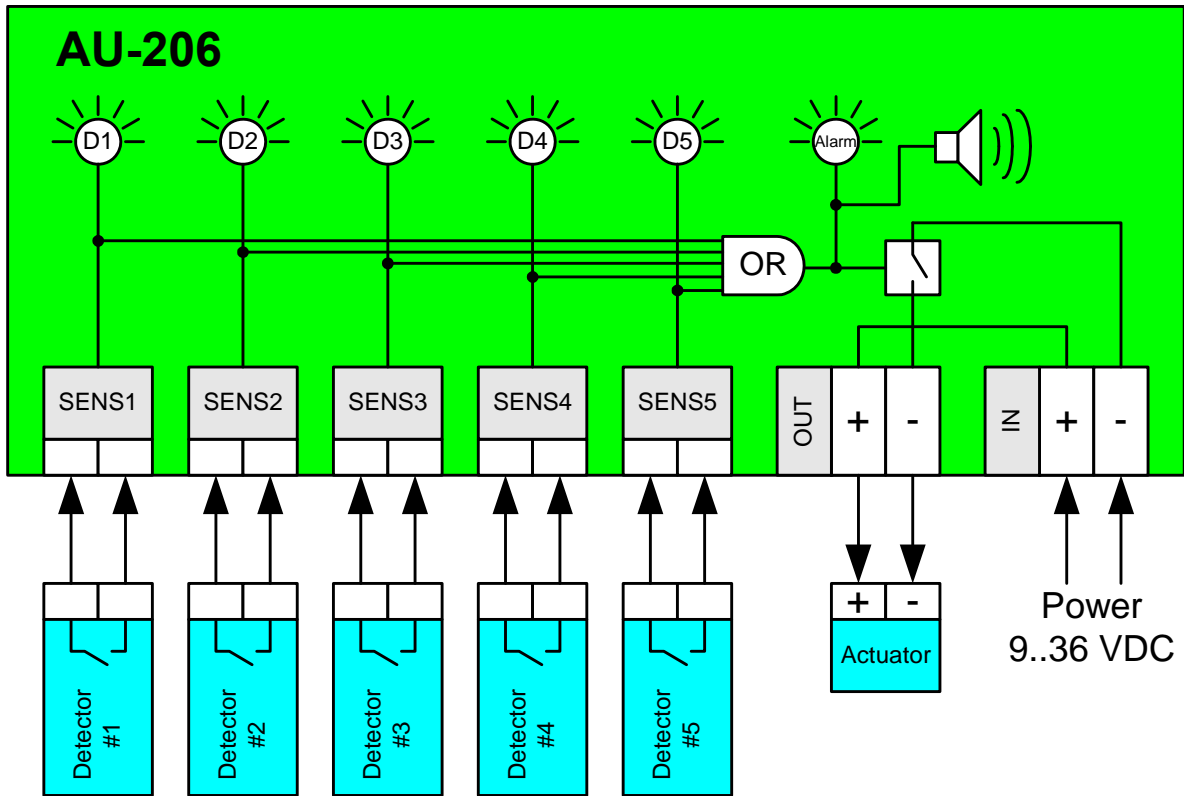

Рисунок 1. Блок-схема устройства.
5. Соединительные провода от источников питания и подключаемых приборов подведите к клеммникам согласно схеме подключения (смотрите Рисунок 1) и закрепите на специальном кронштейне кабельными стяжками.